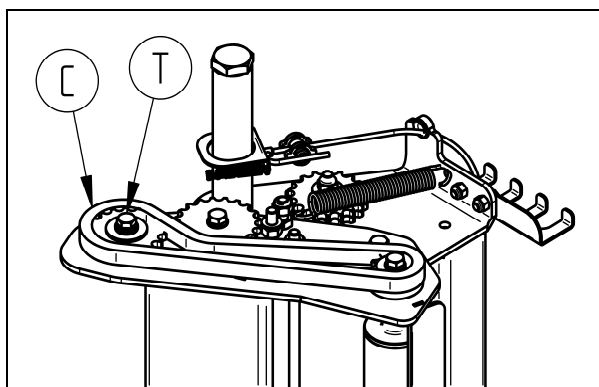

fig. 35 – Points de lubrification tendeur de film
- Lubrifier la chaîne de transmission du groupe tendeur de film (fig.35, C). Si la chaîne est lente, registrer le tendeur (fig.35, T).
Vérifier la tension de la chaîne de transmission des rouleaux (fig.35 C) Si résulte lâche régler le pignon tendeur (fig.35 T)